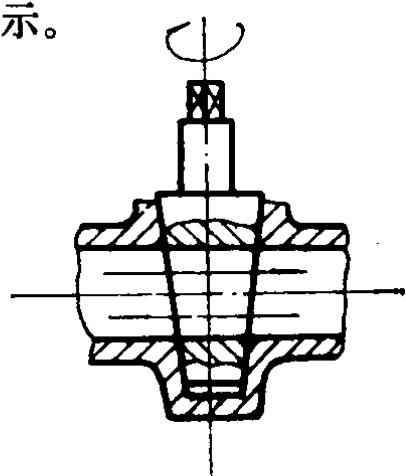

图 2-3 旋塞形结构
3. 旋塞形——关闭件是柱塞或球，围绕本身的中心线旋转。如图 2-3 所示。